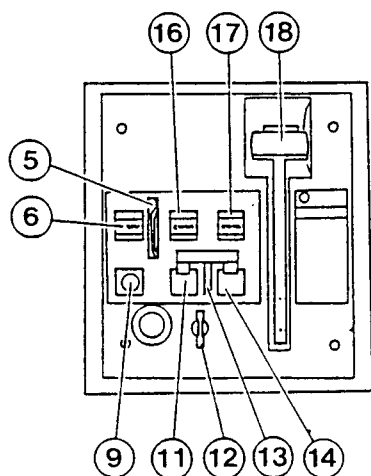

図14. 手動操作部名称
- 2) 投入スプリングの蓄勢が完了すると、「カチッ」と機械音がして、チャージングハンドルはポンピング操作ができなくなります。最大操作範囲 約105° でチャージングハンドルをポンピング操作した場合、4回程度で、投入スプリングの蓄勢は完了します。スプリングチャージインジケータ(図14⑬)には「CHARGED」が表示されます。
### 1-2. 閉路操作 (SHEET NO.18 図14参照)
- 2) 引出操作解除レバー(図14⑤)が上側へ倒れていること。
- 3) 引出ハンドル挿入口(図14⑨)のシャッタが完全に閉じられていること。
- 4) OPENパッドロックレバー(図14⑫)が引きだされていないこと。
上記の事項が満足していることを確認した後、手動操作ボタンカバー(図14⑬)を上方へ開けてから投入用押釦(図14⑭)を押して下さい。遮断器は閉路します。
OPEN-CLOSEDインジケータ(図14⑰)には、「CLOSED」が表示されます。スプリングチャージインジケータ(図14⑯)には「DISCHARGED」が表示されます。
### 1-3. 開路操作 (SHEET NO.18 図14参照)
手動操作ボタンカバー(図14⑬)を上方へ開けてから開路用押釦(図14⑭)を押して下さい。遮断器は開路します。OPEN-CLOSEDインジケータ(図14⑰)には「OPEN」が表示されます。
## 2-1. 閉路操作 (SHEET NO.18 図14参照)
- 2) 引出操作解除レバー(図14⑤)が上側へ倒されていること。
- 3) 引出ハンドル挿入口(図14⑨)のシャッターが完全に閉じられていること。